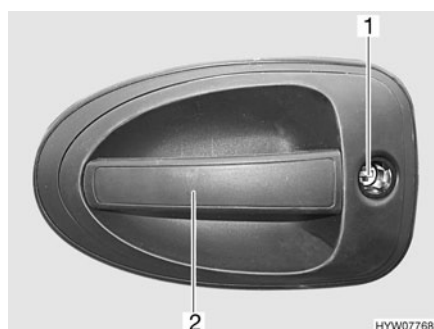

Fig. 33 Serrure de la porte cellule, à l'extérieur
- Insérer la clé dans le barillet (Fig. 33,1) et la tourner jusqu'à ce que la serrure de la porte soit déverrouillée.
- Tirer sur la poignée de la porte (Fig. 33,2). La porte est ouverte.
- Insérer la clé dans le barillet (Fig. 33,1) et la tourner jusqu'à ce que la serrure de la porte soit verrouillée.